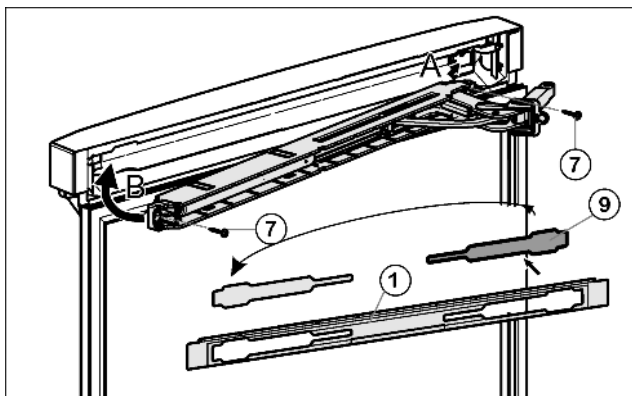

Fig. 17
- ▶ Освободите крышку Fig. 17 (9) из накладки Fig. 17 (1) и снова установите её на другой стороне.
- ▶ Прикрутите узел амортизатора закрывания дверцы (2 шт. Torx® 15) Fig. 17 (7).